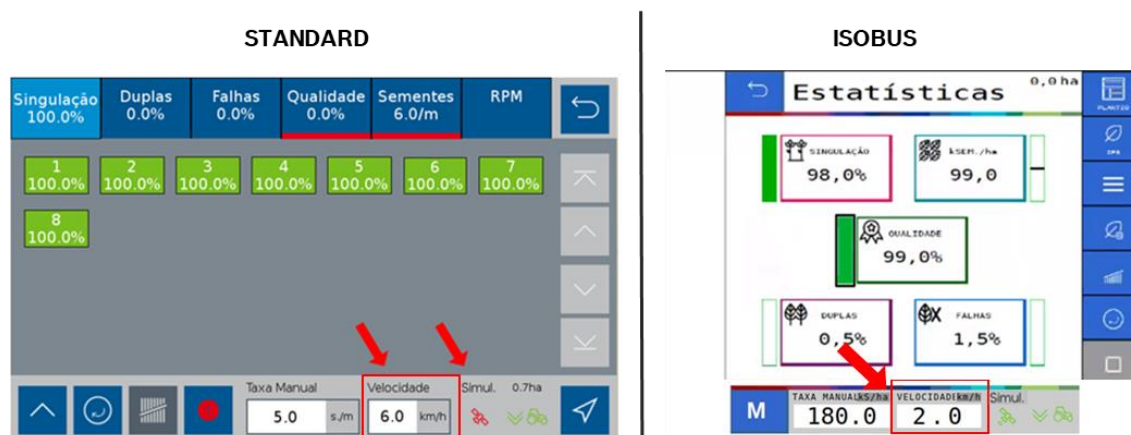

Figura 127 - Indicação de velocidade no modo simulação de velocidade
Durante a simulação a velocidade indicada não é a real velocidade de deslocamento e sim a velocidade selecionada pelo usuário no item 4.2. Nesse caso o símbolo de status do sinal GNSS, item 5.5 mudará para a cor vermelha com a abreviação “Simul.” acima do mesmo, Figura 127.